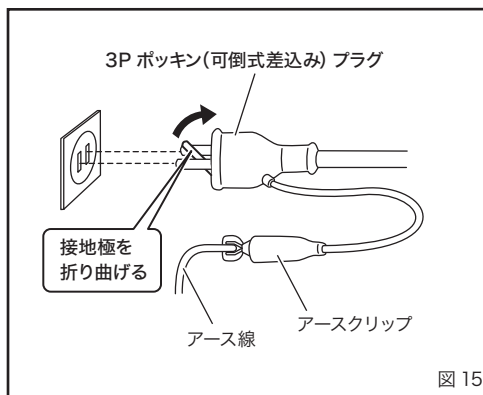

図 15
7. 使用する電源について (図 15)
- ・ アースは、接地極のある電源コンセントに 3P ポッキンプラグ（接地極付プラグ）を差し込んで行ってください。接地極のない電源コンセントに接続するときは、接地極を折り曲げて電源コンセントに差し込み、アースクリップを使用してください。(図 15)